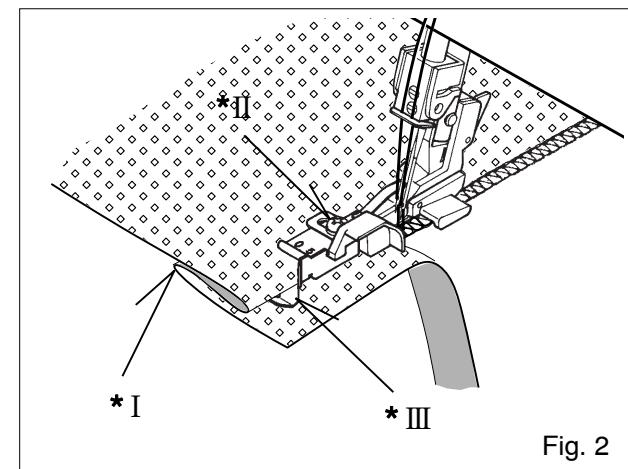
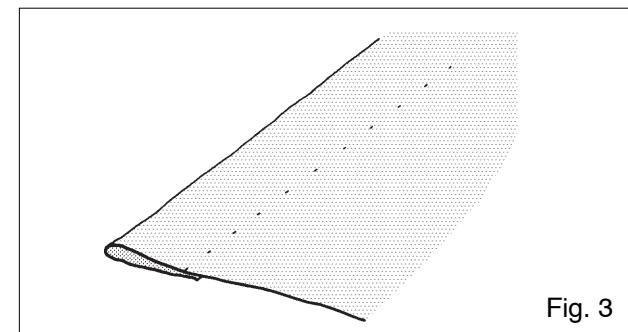

Fig. 2
Fig. 3
2. Place fabric under the presser foot with the **§wrong§** side up. Feed the folded edge through the guide in the front of the foot and lower the presser foot lever. Try a stitch (or several stitches) on a spare piece of the actual fabric, and adjust the guide so that the needle just catches the fold. Adjust the guide by means of the small screw on the top of the foot – see Fig. 2.
3. When correctly set, sew the hem. The outside edge will be cut away by the machine – see also Fig. 2. After completion, open out and press again. The stitches should be almost invisible on the **§right§** of the fabric – see Fig. 3.
Le guide se règle par une petite vis placée sur le dessus du pied presseur (voir Fig. 2).
3. Quand tout est bien réglé, coudre l'ourlet à vitesse stable et modérée. La partie extérieure sera coupée par la machine – voir aussi Fig. 2. L'ourlet terminé, ouvrir le tissu et le repasser encore.
Les points doivent être pratiquement invisibles du côté endroit du tissu (voir Fig. 3).
Si es necesario ajustar la guía mediante el tornillo mostrado en la Fig. 2.
Cuando esté correctamente fijado, coser el pliegue, el borde exterior será cortado por la máquina (ver también la Fig. B). Después de coserlo, abrirlo, las puntadas serían prácticamente invisibles en el lado *cderecho o anverso* del material (Fig. 3).
2. Porre il tessuto sotto il piedino pressore con il rovescio in alto. Alimentare il bordo piegato attraverso la guida sul fronte del piedino e abbassare la leva del piedino pressore. Provare un punto o più punti su un ritaglio di tessuto del tipo usato e regolare la guida in modo che l'ago incontri in modo giusto la piega. Regolare la guida per mezzo della piccola vite sulla parte alta del piedino (vedere fig. 2).
3. Quando correttamente regolato, cucire l'orlo. Il bordo esterno sarà tagliato dalla macchina. Vedere anche fig. 2. Dopo aver completato la cucitura, aprire e pressare di nuovo. I punti dovrebbero risultare quasi invisibili sul diritto del tessuto. Vedere fig. 3.
3. Als u tevreden bent over het naaimonster, start u met naaien. De buitenzijde van de naad wordt afgesneden. Zie Fig. 2. Pers, na het naaien, de zoom plat. De steken moeten bijna onzichtbaar zijn op de goede kant van de stof. Zie Fig. 3.